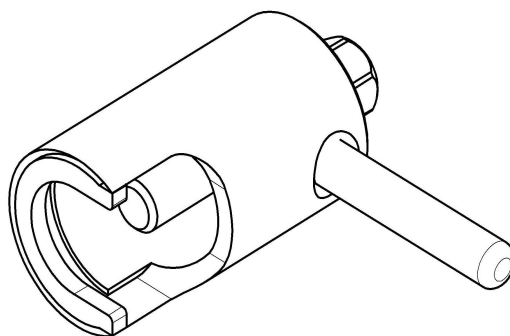

Рис. 15. Съемник крыльчатки
- 4 Снимите крыльчатку при помощи специального съемника (см. рис. 15). Код для заказа 110000002907 Съемник крыльчатки КР6.376.09.00.000СБ.